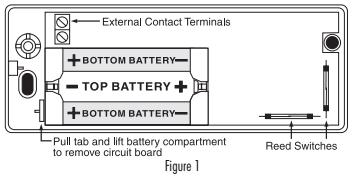

Figure 1
1. Observe the correct polarity (see Figure 1).
1. Respectez la polarité (voir Figure 1).
Avant d'installer le dispositif, retirez la carte à circuit imprimé. Tirez la languette et tirez le logement des piles pour retirer la carte à circuit imprimé. Retirez soigneusement la carte à circuit imprimé du plastique (voir Figure 1).